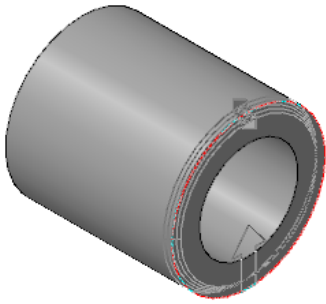

Рис. 2.29. Вказати
- г) вказати **перше ребро на основі** (рис. 2.29);